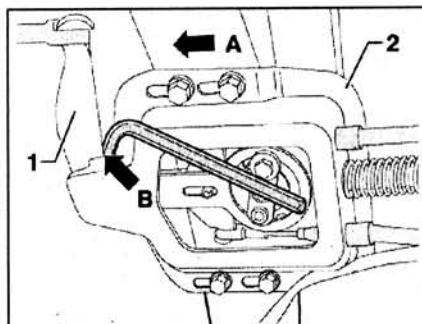

Рис. 7.41. Вставьте ключ В 6 мм между рычагом 1 и кронштейном 2.
13. Вставьте ключ В 6 мм между рычагом 1 и кронштейном 2 (рис. 7.41). Переместите кронштейн назад